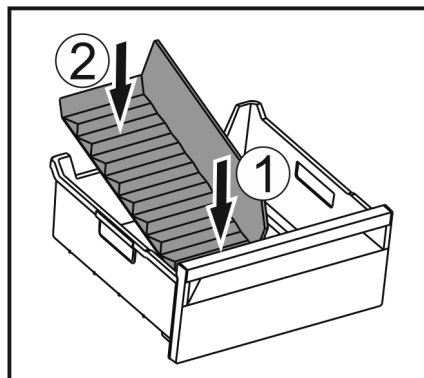

Fig. 45
- ▶ Inserire dapprima il divisore davanti Fig. 45 (1).
- ▶ Abbassare la parte posteriore Fig. 45 (2).